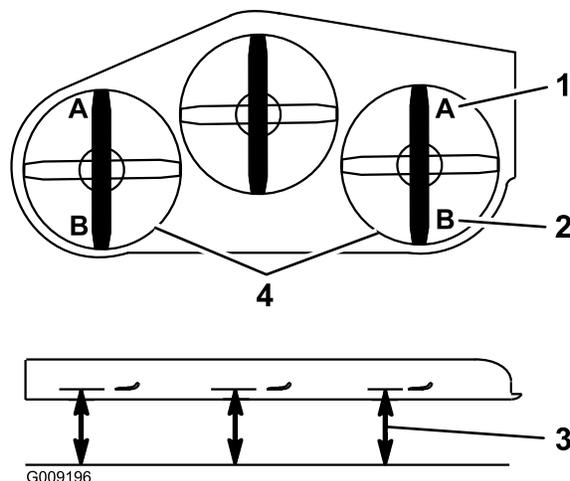

Figura 86
9. En ambos lados de la carcasa, mida desde la superficie nivelada hasta la punta delantera de la cuchilla (Posición A). La distancia debe ser de 7.6 cm (3 pulgadas); consulte Figura 86.
15. En ambos lados de la carcasa, mida desde la superficie nivelada hasta la punta trasera de la cuchilla (Posición B). La distancia debe ser de 8.3 cm (3-1/4 pulgadas); consulte Figura 86.